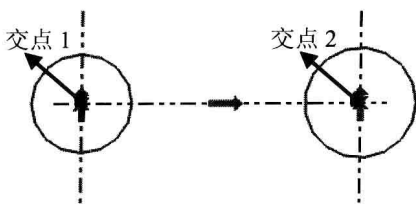

图1-9 绘制圆
②01: 在菜单栏中选择“插入”→“曲线”→“圆”命令, 或者在“曲线”工具栏中单击  (圆) 按钮。
②02: 分别选择图1-9中的交点1和交点2, 绘制如图1-9所示的圆。